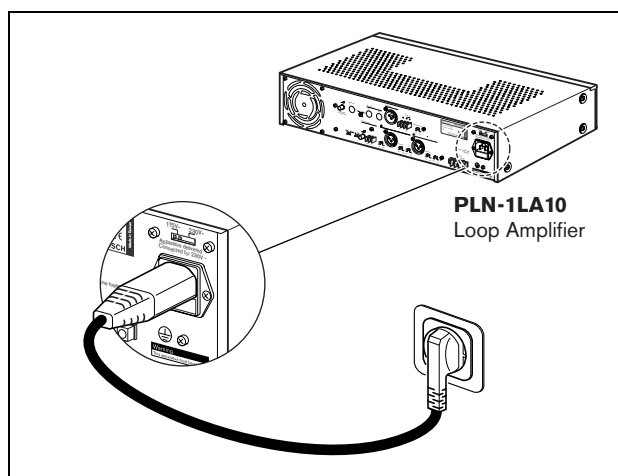

Abbildung 4.7: Stromversorgung, Anschluss
- 3 Schließen Sie ein handelsübliches Netzkabel am Induktionsschleifenverstärker und einer Steckdose an (siehe Abbildung 4.7).